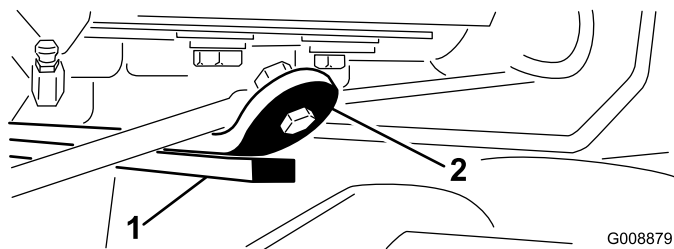

図 28
- 3. エンジンを始動し、カッティングユニットを上昇させ、後ろカッティングユニットのウェア・バーの上部についているウェア・ストラップからバンパー・ストラップまでの距離が 0.5～2.5 mm の間にあるかどうか点検する (図 28)。